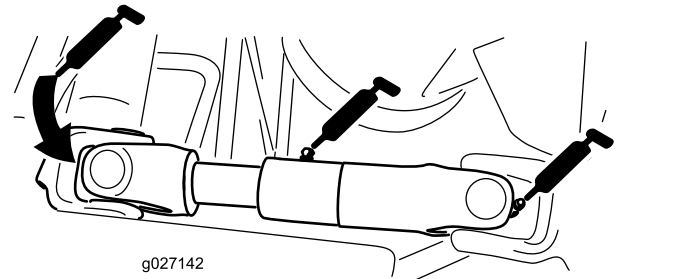

Figura 44
- Giunto ad U del semiasse fra motore e pompa (3) (Figura 44)